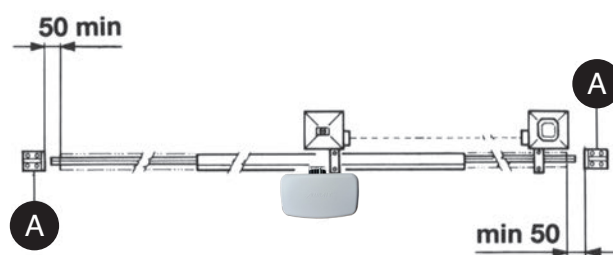

FIG. 2
- Oltre ai finecorsa presenti nell'unità, è necessario che a ciascuna delle due posizioni estreme della corsa sia presente un fermo meccanico fisso che arresti il cancello nel caso di malfunzionamento dei finecorsa. A tal fine il fermo meccanico deve essere dimensionato per sopportare la spinta statica del motore più l'energia cinetica del cancello (A) (Fig. 2).